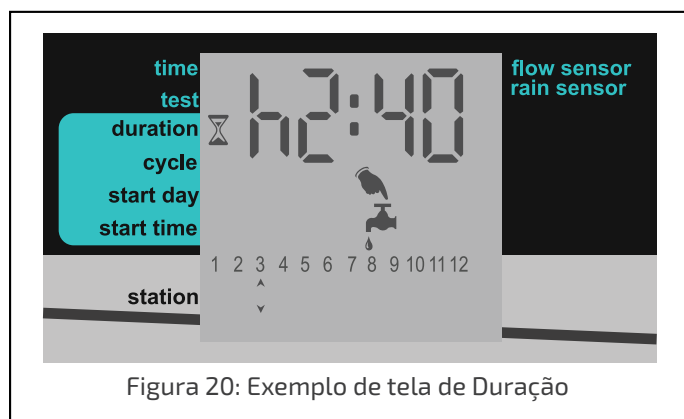

Figura 20: Exemplo de tela de Duração
1. Pressione **C** até que apareça a tela de Duração (Figura 20).
3. Pressione **+** e **-** para estabelecer a duração da irrigação para a estação selecionada. Na Figura 20, a duração estabelecida é de 2 horas e 40 minutos para a estação 3. Uma duração de 0:00 estabelece que a estação nunca abra suas válvulas (pois a sequência para, imediatamente, para a próxima estação).